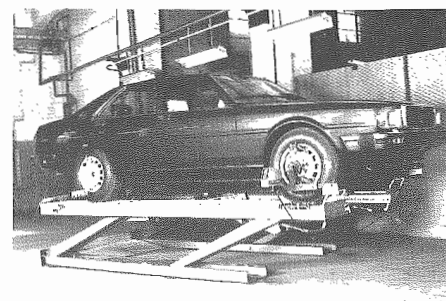

Fig. 18 - Controllo della geometria ed assetto autovettura
- 5) Vettura in assetto priva di persone e bagagli (Fig. 18).
- 5) Vehicle in driving position without people and luggage (Fig. 18).